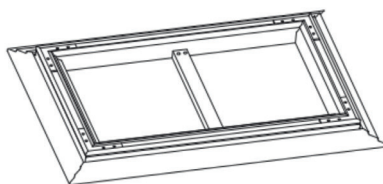

Imagen 8
8. Introduzca el puntal de apoyo (L) en la mitad de la longitud en el marco (según la fig. 8) y fíjelo al elemento de unión (I) con los tornillos (P) adjuntos.